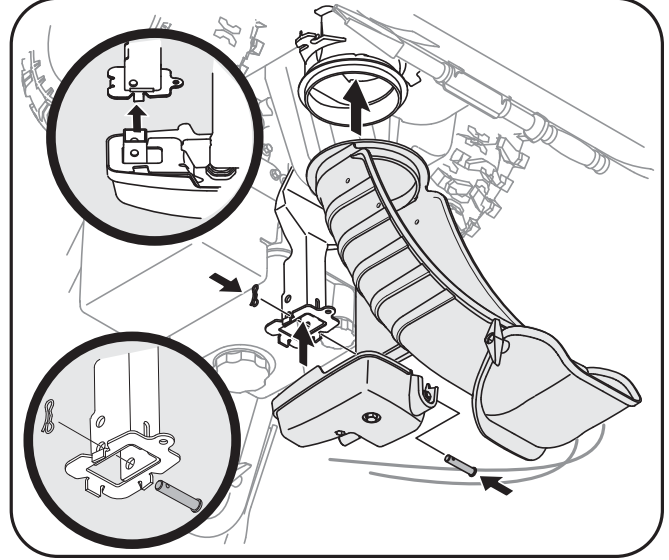

Figure 3-4
- Placez la goulotte sur sa base et attachez-la sur son support en utilisant l'axe de chape et goupille de nœud papillon enlevés plus tôt. Voir la Fig. 3-4.